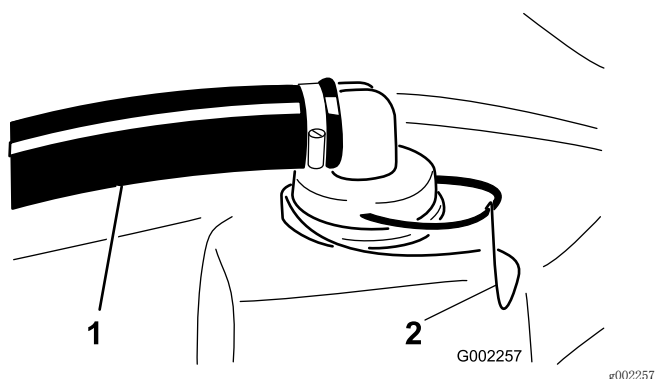

图66
2. 从药缸顶部连接至大软管的红色接头上拆下卡环 (图66)。
3. 从药缸上断开软管 (图66)。